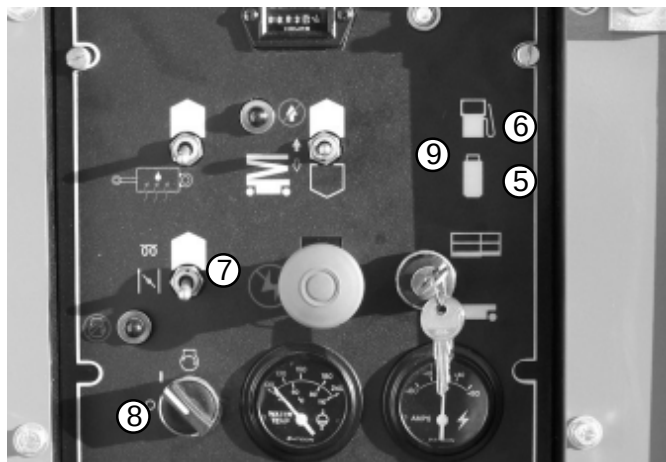

Fig. 8.6
Sätt manöverbrytaren för bränsle (9) i läge "gasol" (5) eller bensen (6) beroende på vilket bränsle Du skall köra på (se fig. 8.6).
6. Om motorn är kall, tryck ned och håll kvar chokebrytaren (7) (se fig. 8.6) under nästa steg.
7. Vrid startbrytaren (8) till läge "Start" och håll kvar den tills motorn startar eller under maximalt 20 sekunder vilket som inträffar först. Då motorn startar, släpp startbrytaren (8) och chokebrytaren (7) (se fig. 8.6).